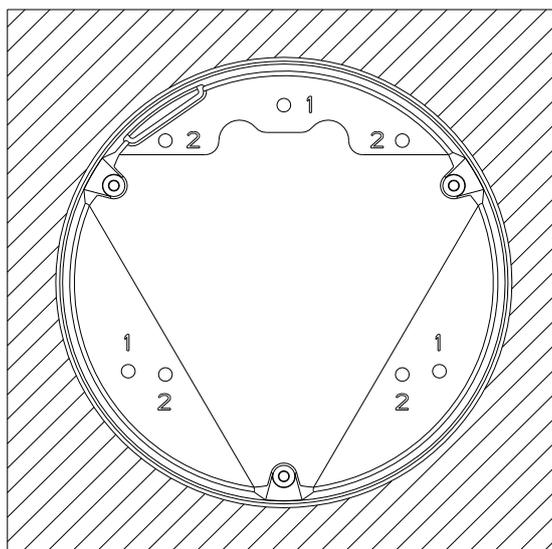

Abbildung 1-5 Anbringen der Deckenhalterung
6. Befestigen Sie das Gehäuserückteil mit Schrauben an der Decke (siehe Abbildung 1-5).